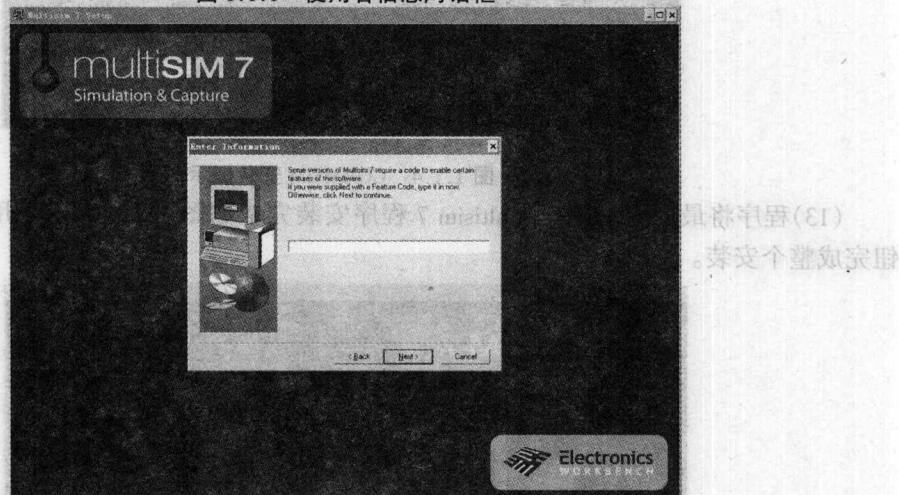

图 1.1.2 附加功能输入对话框
(6)程序会自动验证用户输入的信息是否有效,在核查注册码有效后,弹出附加功能码输入对话框如图 1.1.2 所示。